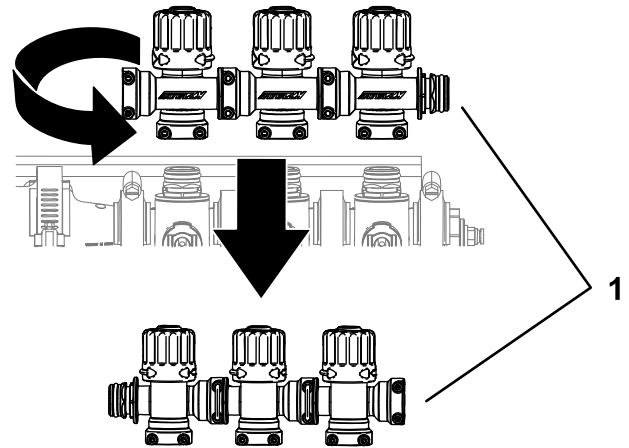

Bild 11
5. Drehen Sie die Sicherheitsventilgruppe des Auslegers um 180 Grad, wie in **Bild 11** abgebildet.